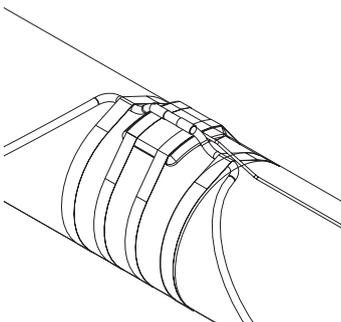

Figura 9: Ponto quente artificial
- A posição correta é na parte superior do tubo. Consulte a Figura 9.